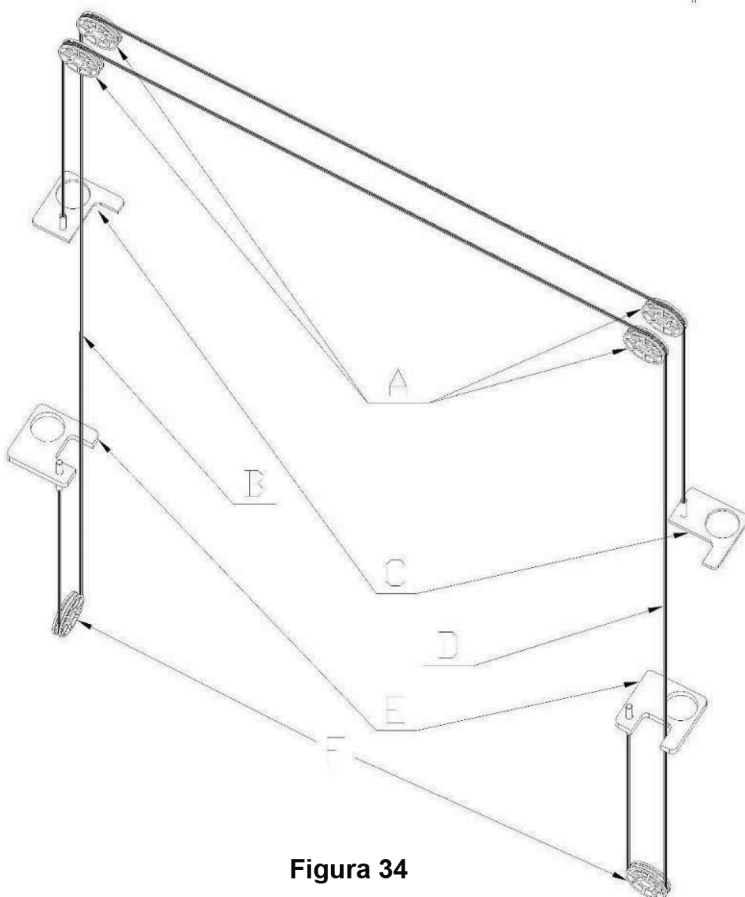

Figura 34
7.3.6 Instalação de cabo de aço: (Figura 34)